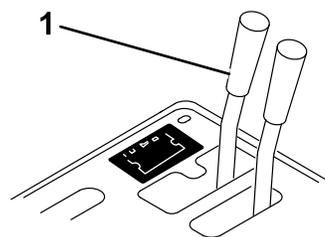
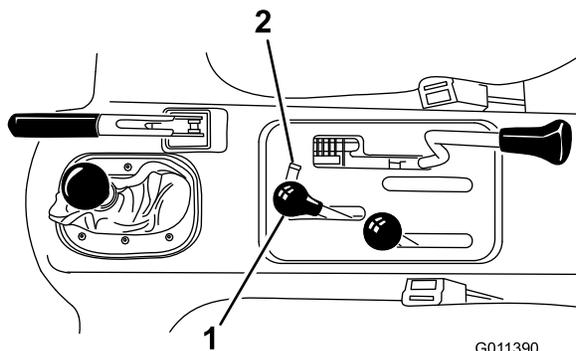

Рисунок 14
Рисунок 15
1. На машинах с серийными номерами до 239999999 передвиньте рукоятку выносного гидравлического клапана (Рисунок 14) в плавающее положение, а на машинах с серийным номером 240000001 и выше передвиньте рычаг гидравлического механизма подъема (Рисунок 15) назад и вперед, чтобы сбросить давление в системе и облегчить разъединение быстроразъемных муфт.